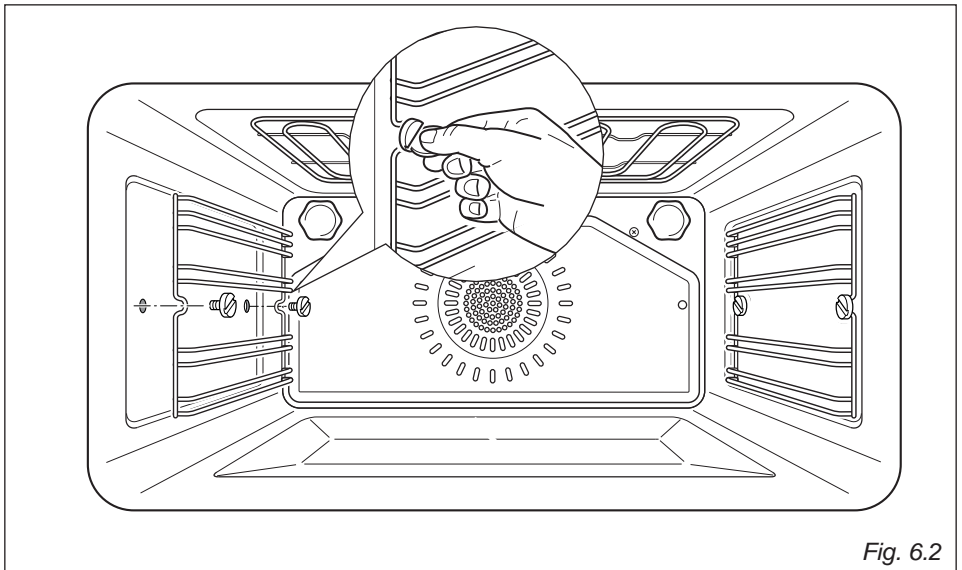

Fig. 6.2
- Monter ovnskinnene med de medfølgende skruene (Fig. 6.2).